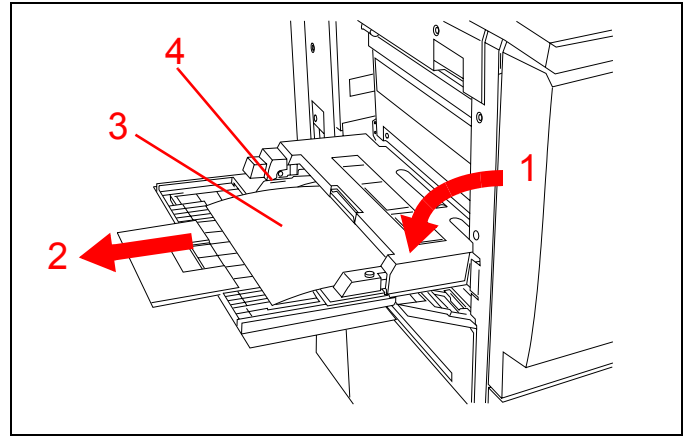

Figura 8
**Demonstre** como abrir a bandeja 5 e abastecer o papel. Consulte a Figura 8.